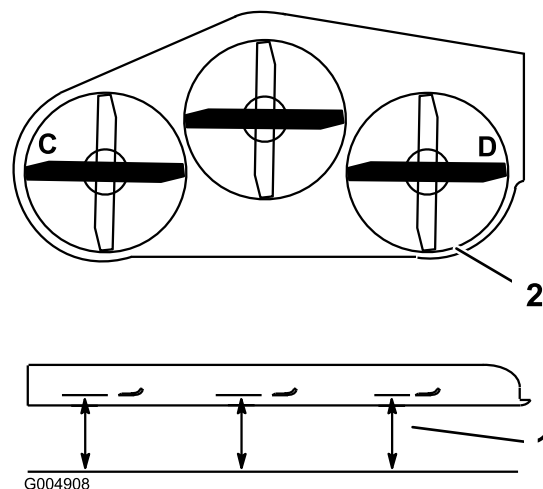
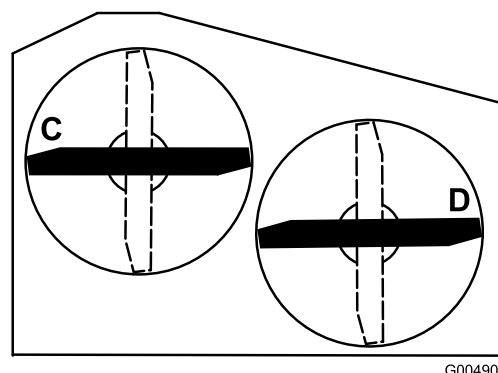

Figura 85
Figura 86
- Coloque las cuchillas en posición lateral. Mida en las posiciones C y D desde una superficie nivelada hasta el filo de corte de los extremos de la cuchilla (Figura 85). Para las plataformas de cortacésped de 36 pulgadas, consulte la Figura 86.